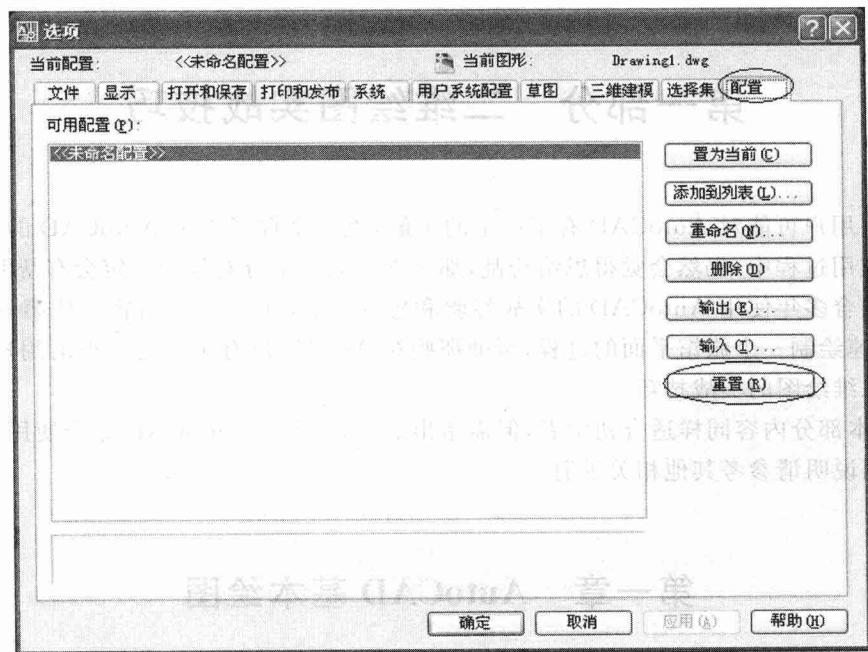

图 1-1 “选项”对话框中的“配置”选项卡内容
(1) 双击桌面上的 AutoCAD2008 快捷图标,或者选择[开始]→[程序]→[Autodesk] [AutoCAD 2008-Simplified Chinese]→[AutoCAD 2008],启动 AutoCAD2008;
(2) 在 AutoCAD 工作界面,选择菜单[工具]→[选项],出现“选项”对话框,如图 1-1 所示;
(3) 单击“配置”选项卡按钮,出现对话框内容改变为“配置”选项卡内容;
(4) 单击“重置”按钮,出现警示对话框;
(5) 单击“是”,确认重置 AutoCAD 状态,这样,AutoCAD 状态被重置。